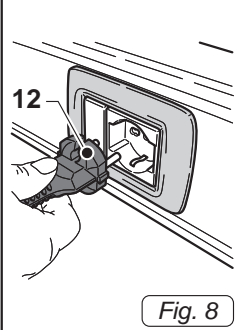

Fig. 8
- Включить вилку (12 Рис.8) в электрическую розетку.
- Вытащить вилку (12 Рис.8) из электрической розетки.